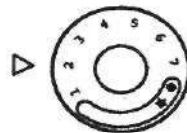

Рисунок 4
2.3.4.3 Для розжига основной горелки ручка, вращением против часовой стрелки, переводится в положение от «1» до «7» в зависимости от необходимой температуры нагрева теплоносителя (рисунок 4). Максимальная температура нагрева теплоносителя - соответствует положению «7» на ручке управления.